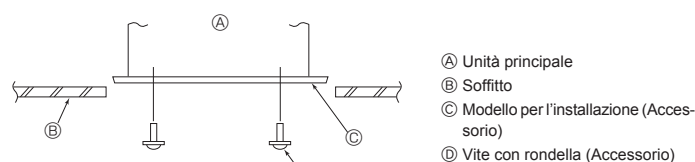

Fig. 4-7
4.6. Conferma della posizione dell'unità principale e serraggio dei bulloni di sospensione (Fig. 4-7)